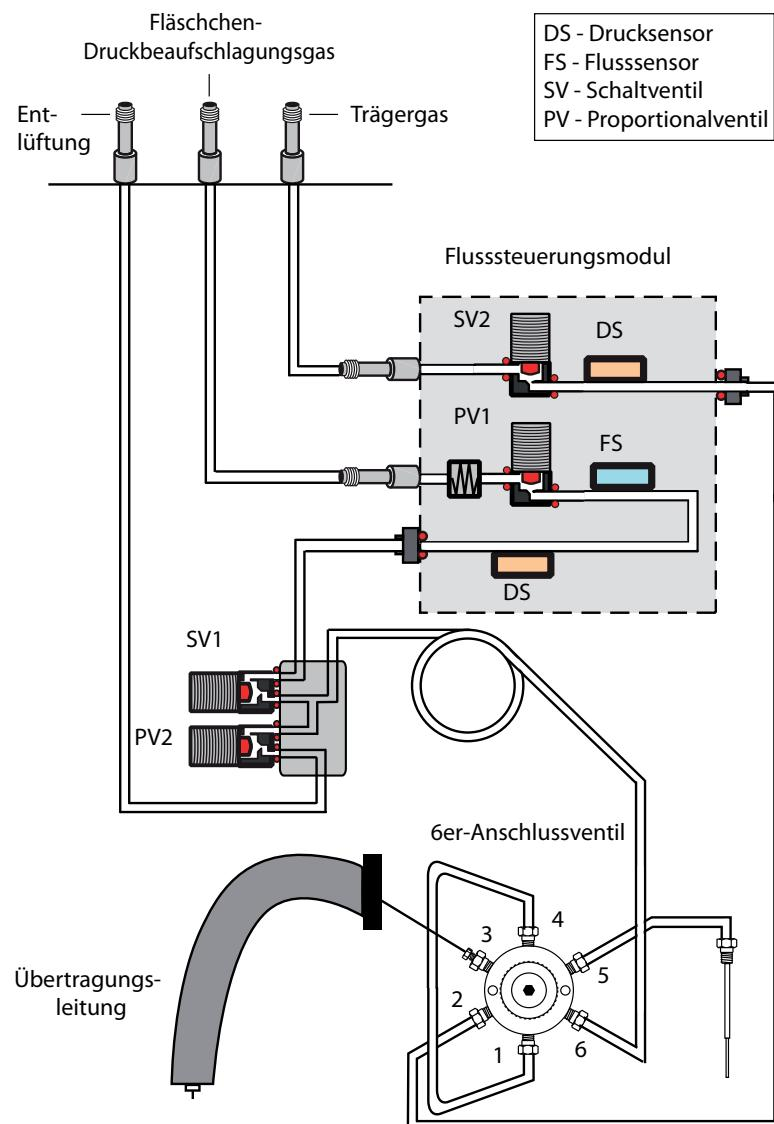
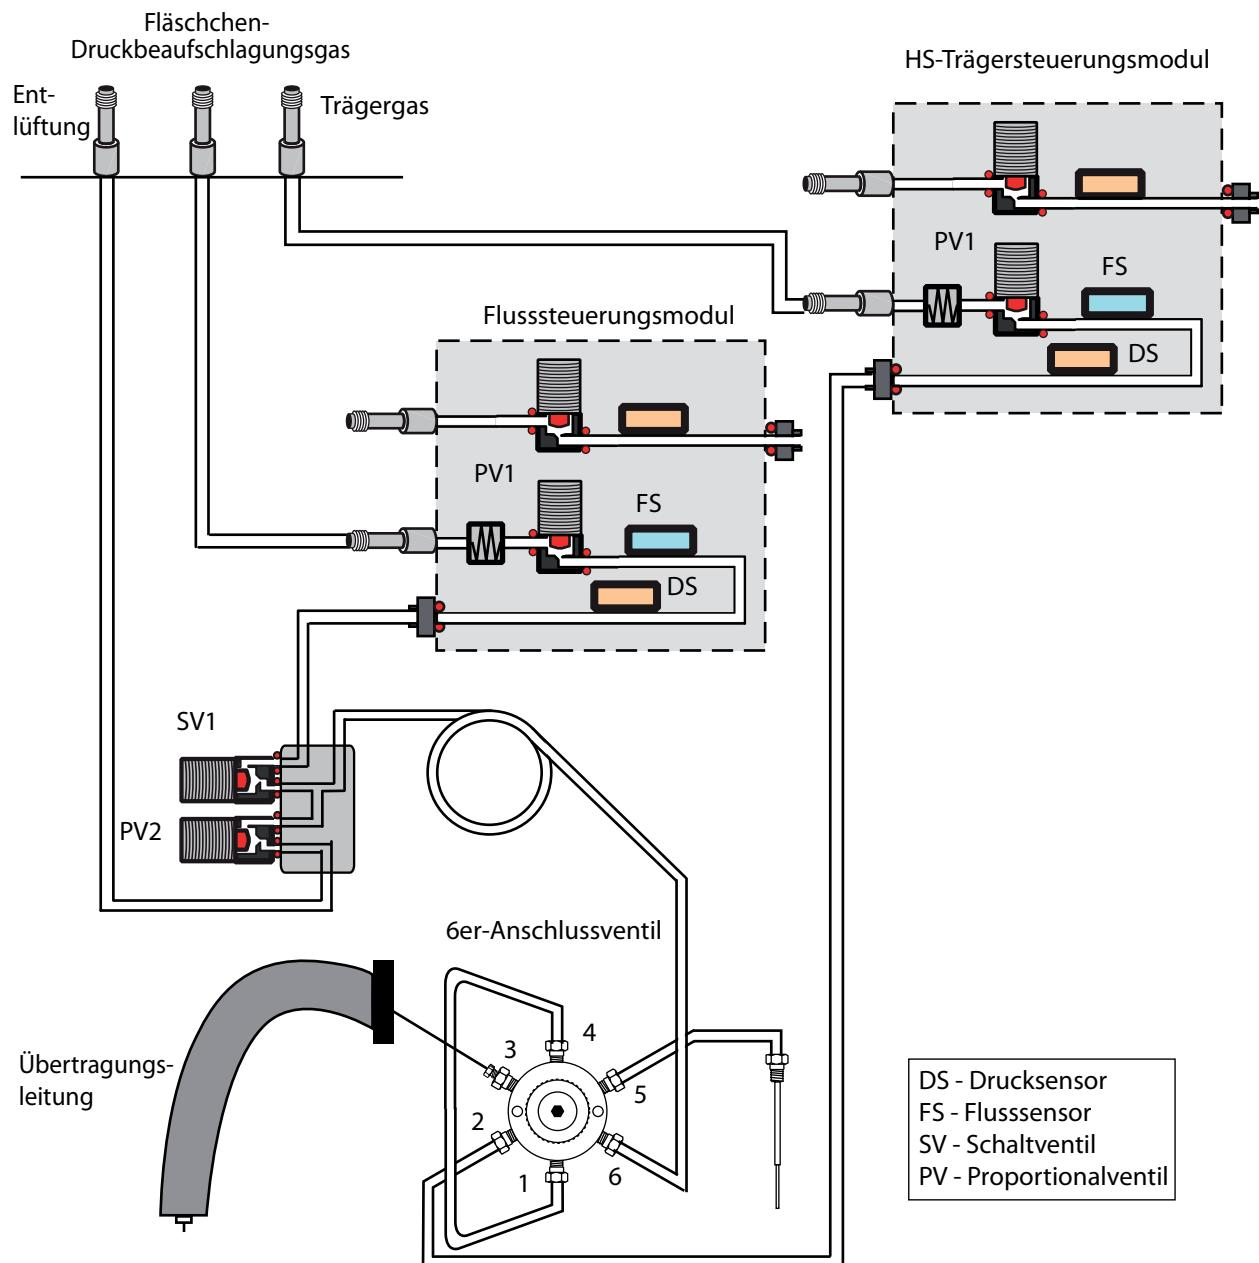

Abbildung 1 HS-Flusspfade (Standardinstallation)
Abbildung 2 HS-Flusspfade mit installiertem optionalen G4562A 7697A EPC-Modul für Trägergas
Abbildung 1 und Abbildung 2 unten zeigen die Flusspfade im Headspace-Probengeber (HS).